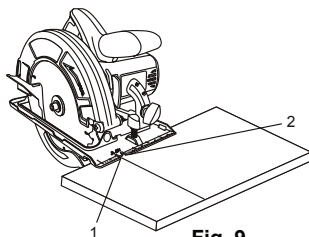

Fig. 9
**REMARQUE :** Pour aligner la lame de scie avec la marque de coupe, utiliser les repères de guidage sur le devant de la semelle (figure 9). Utiliser le repère de coupe 0° (1) pour des coupes à angles droits. Utiliser le repère 45° (2) uniquement pour des coupes à 45°. Le repère 45° tiendra compte de la surface supplémentaire de matériau requise pour la coupe en angle. Toujours effectuer une coupe d'essai sur une pièce de retaille avant de couper le nouveau matériau.